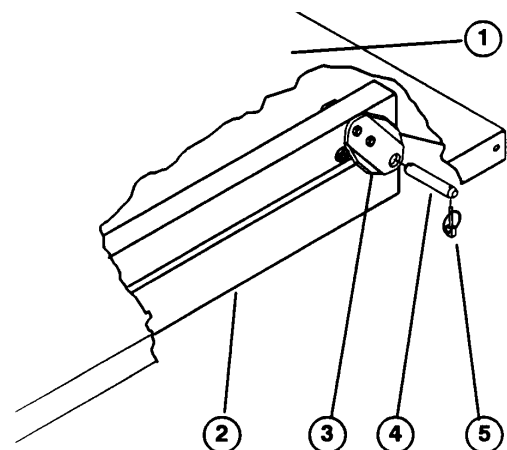

Figure 8
3. Positionner soigneusement le plateau sur le châssis du véhicule en alignant les trous des plaquettes d'articulation arrière avec les trous du profilé du châssis du véhicule (Fig. 8).
4. Fixer chaque jeu de plaquettes d'articulation aux profilés du châssis avec l'axe de chape et (2) clavettes (Fig. 8). Serrer les vis à tête creuse de montage des plaquettes si elles ont été desserrées.